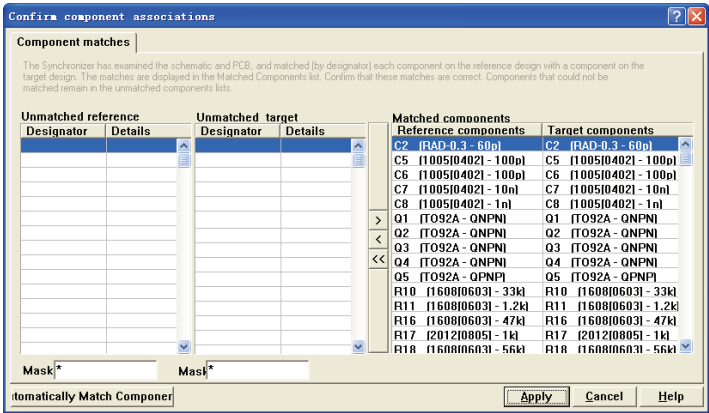

图 8-39 “Confirm component associations” 对话框
(2) 选择默认设置，单击 **Execute** 按钮，弹出如图 8-39 所示的元素确认信息对话框，在该对话框中将显示匹配、不匹配的元素，单击 **Apply** 按钮，执行更新。